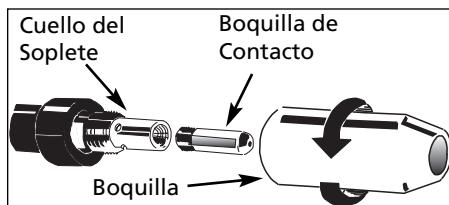

Figura 5 - Boquilla del Soplete
*Vea las instrucciones de ensamblaje en la Figura 5.
7. Para desconectar la boquilla, gírela en sentido contrario a las agujas del reloj. Despues, desconecte la boquilla de contacto del extremo del soplete (Vea la Figura 5). Conecte la soldadora a un tomacorrientes adecuado.
9. Cuidadosamente coloque el sistema de contacto y atorníllelo al extremo del soplete. Para instalar la boquilla, gírela en el **mismo sentido de las agujas del reloj** (Vea la Figura 5). Corte el alambre a aproximadamente 6,4 mm (1/4") de la boquilla.